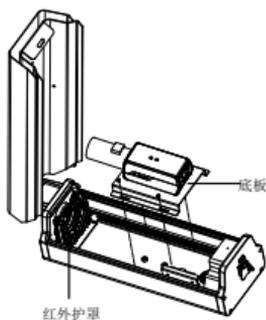
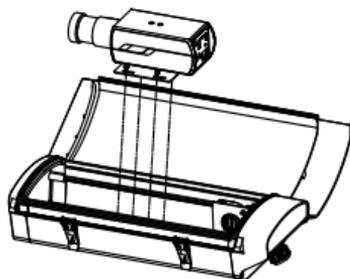

图2-28 固定到红外护罩
图2-29 固定到加热护罩
5. **固定到护罩：**将固定好的底板和网络摄像机安装到护罩内，红外护罩安装如图 2-28 所示，加热护罩安装如图 2-29 所示。